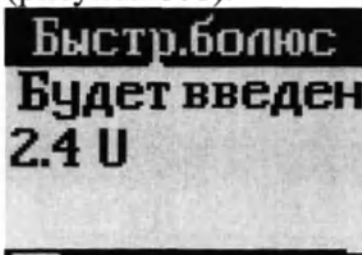

Рисунок 101 – Экран «СТАНД.БОЛЮС» («БУДЕТ ВВЕДЕН»)
4. Нажать и удерживать кнопку «ОК» в течение трех секунд. На экране отобразится «БУДЕТ ВВЕДЕН» (рисунок 101).